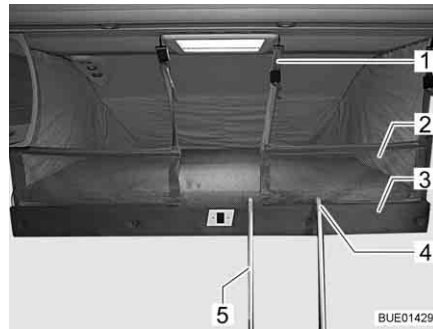

Fig. 128 Cama elevada con red de seguridad tendida
Si hay una red de seguridad (Fig. 128,2), esta se encuentra junto con los cinturones de retención en la cama elevada, debajo del colchón. Tender la red de seguridad cuando las personas ya se encuentren en la cama elevada.
- Enganchar los cinturones de retención (Fig. 128,1) en los ganchos del techo.
- Enganchar la escalera de peldaños (Fig. 128,5) con las dos horquillas (Fig. 128,4) en el agarradero (Fig. 128,3) de la cama elevada.